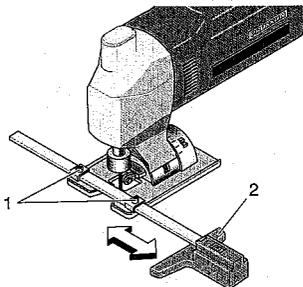

Fig. 4
1. Klemmschraube 1 (Fig.4) mit Hilfe des beiliegenden Innensechskantschlüssels lösen.
2. Anschlag (2) auf das gewünschte Maß einstellen und Klemmschrauben wieder festziehen.